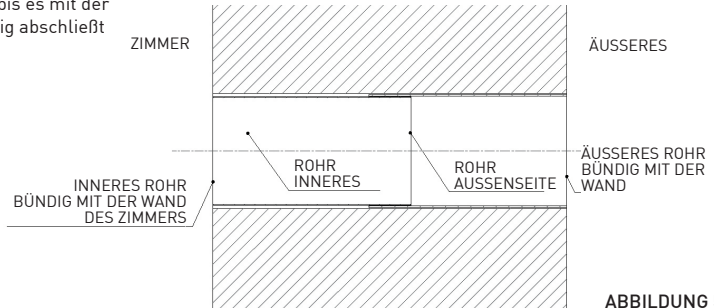

ABBILDUNG 5
- Führen Sie das innere Rohr in Übereinstimmung mit dem äußeren Rohr ein, bis es mit der Zimmerwand bündig abschließt (Abbildung 5)